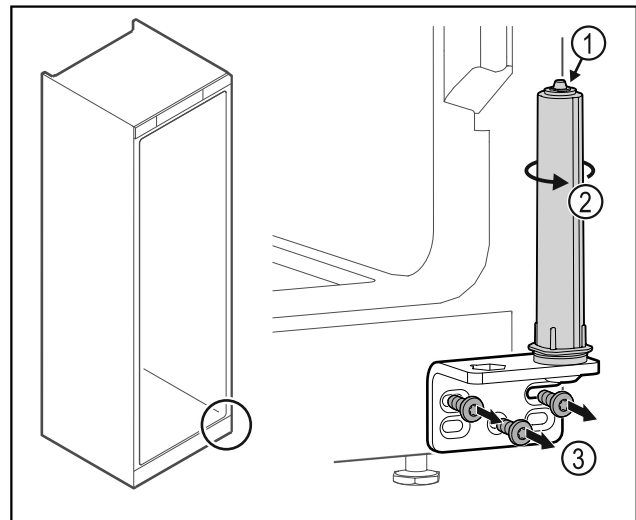

Fig. 34
- Nerozoberajte systém zatvárania dverí Fig. 34 (1).
- Otáčajte systém zatvárania Fig. 34 (2), kým nezacvakne.
- Odskrutkujte uholník závesu Fig. 34 (3).